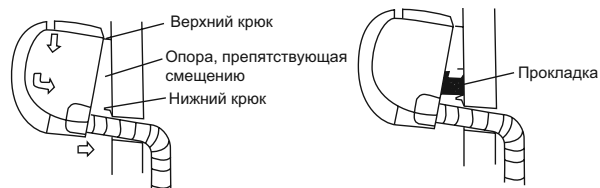

Рис. 12
2. Наденьте верхний выступ, расположенный на задней панели корпуса внутреннего блока, на верхний крюк монтажной пластины и убедитесь в надежности зацепления блока, перемещая его влево и вправо (см. Рис. 12).